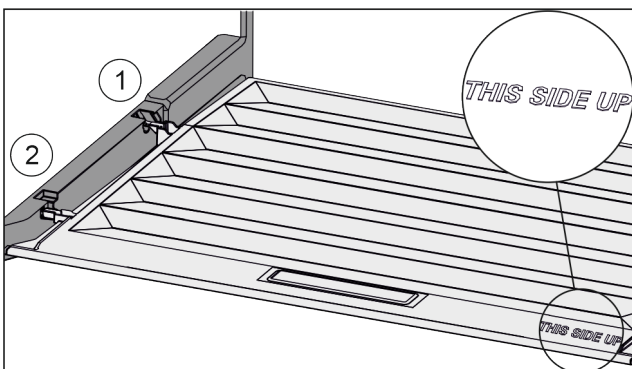

Fig. 41
- ▶ Inserire le nervature del coperchio attraverso l'apertura del supporto posteriore Fig. 41 (1) e innestare anteriormente nel supporto Fig. 41 (2).